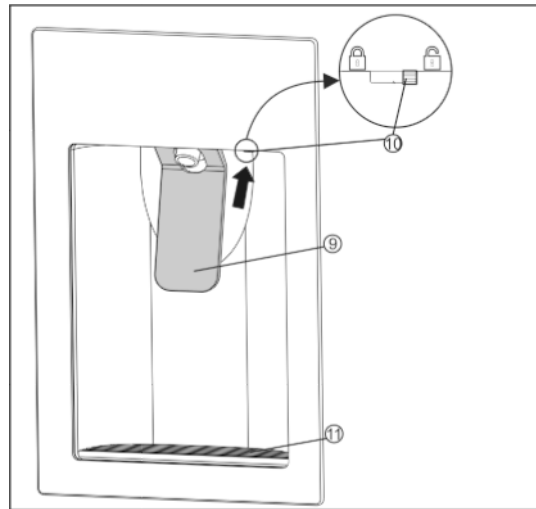

Fig. 23
- ▶ Щоб набрати холодної води, натисніть педаль Fig. 23 (9) з допомогою посудини назад.
- ▶ Може статись, що у чашці під решіткою Fig. 23 (11) назбирається кілька крапель води. Злегка натисніть на решітку ззаду і вийміть. Витріть краплі води шматком тканини.
В пристрої виводу встановлено блокувальний пристрій Fig. 23 (10), який блокує педаль Fig. 23 (9). Блокувальний пристрій Fig. 23 (10) можна змістити вправо чи вліво. Таким чином гарантується функція захисту від дітей.